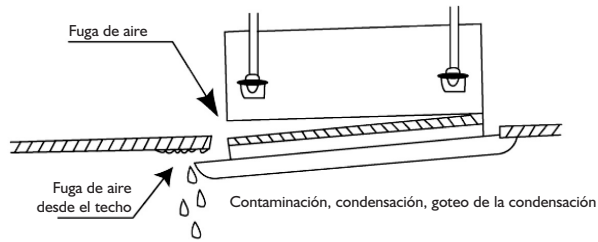

Fig. 5
1. Los tornillos mal atornillados pueden provocar los problemas que se muestran en la Fig. 5.